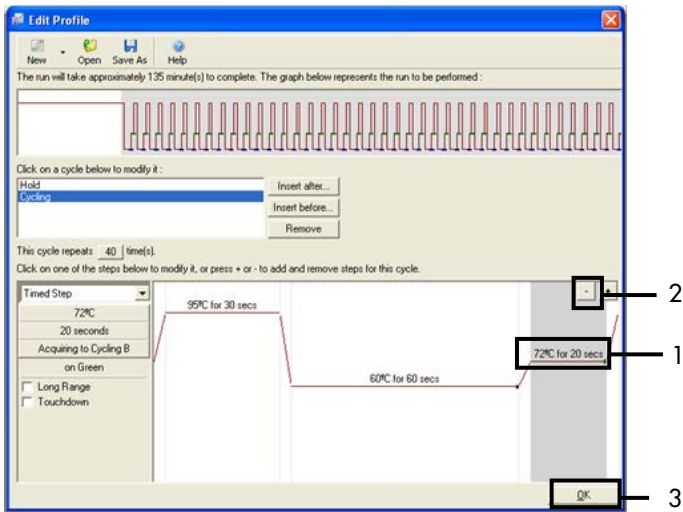

Figura 28. Eliminación del paso de extensión 1 = tercer paso; 2 = eliminar; 3 = "OK"(Aceptar).
11. Seleccione el tercer paso y haga clic en - para eliminarlo. Haga clic en OK (Aceptar) (figura 28).